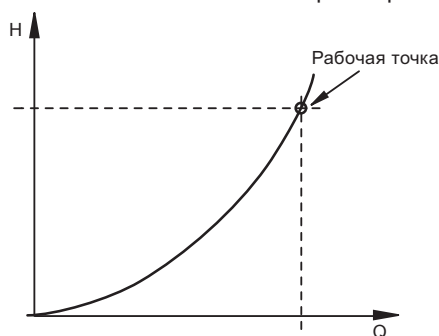

Рис. 1 Характеристика системы
По оси X отметить требуемый максимальный расход (Q), по оси Y – максимальные потери давления (H) (см. рис. 1).